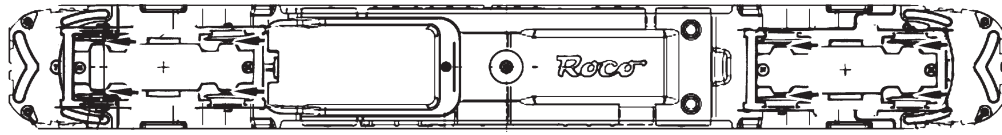

Fig. 7
3. Haftreifenwechsel: Zuerst den Getriebedeckel abnehmen (Fig. 4). Danach den **Radsatz** herausnehmen und die **Haftreifen** mit einer Nadel od. mit einem feinen Schraubendreher abziehen (Fig. 7). Beim Aufziehen der neuen Haftreifen darauf achten, dass diese sich nicht verdrehen.
3. Change of traction tyre: Remove the gear cover (fig. 4). Take out **wheel set** and remove **traction tyre** using a pin or a fine screwdriver (fig. 7). When pressing on the new traction tyre please **avoid twisting it**.
3. Échange des bandages d'adhérence: Démontez d'abord **le couvercle du carter des engrenages** des engrenages (fig. 4). Délogez ensuite les essieux bandagés et enlevez, à l'aide d'une aiguille ou d'un tourne-vis fin, les bandages d'adhérence (fig. 7). Lors du montage des nouveaux bandages veuillez veiller à ce que les bandages **ne soient pas tordus**.